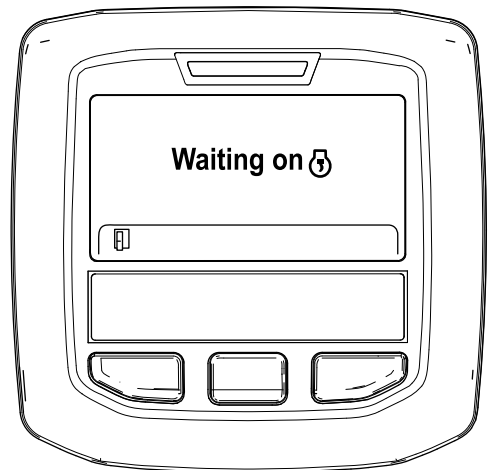

Bild 51
- B. Die Meldung „Waiting on“ wird angezeigt (Bild 51).